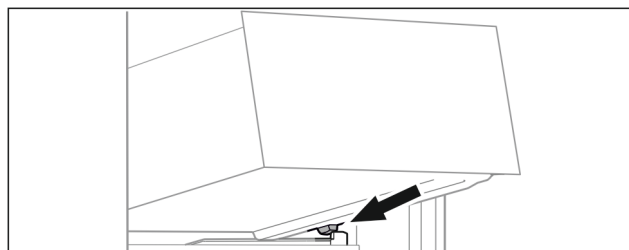

Fig. 113
- Nasad'te zásuvku šikmo za zářezky na žebrování na nádoby. (viz Fig. 113)